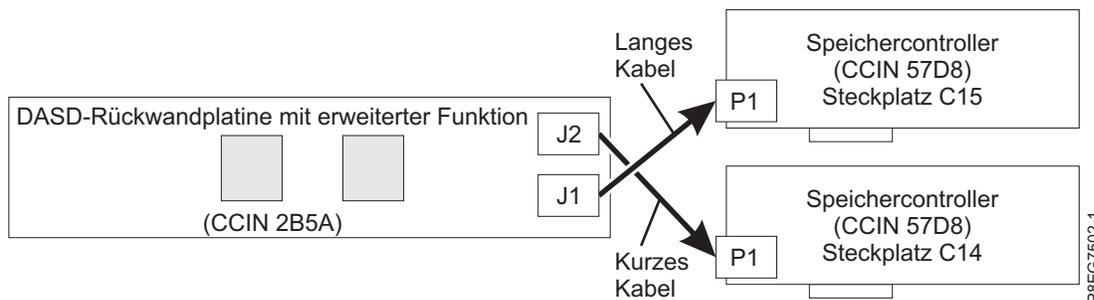

Abbildung 22. Erneutes Anschließen des SAS-Kabels bei einer Konfiguration mit erweiterter Funktion
- Das lange SAS-Kabel verbindet den Anschluss an der Rückwandplatine des unteren Plattenlaufwerks (J1) mit dem Anschluss P1 am internen SAS-RAID-Adapter in Steckplatz P1-C15. Siehe Abb. 22.